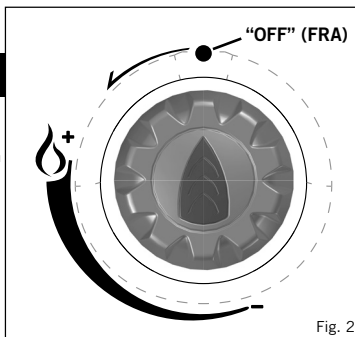

Fig. 2
- Før gasforsyningen kobles til, skal du først sørge for at enhedens ventil står på OFF (FRA) ved at dreje styringsknoppen hele vejen med uret (se fig. 2).